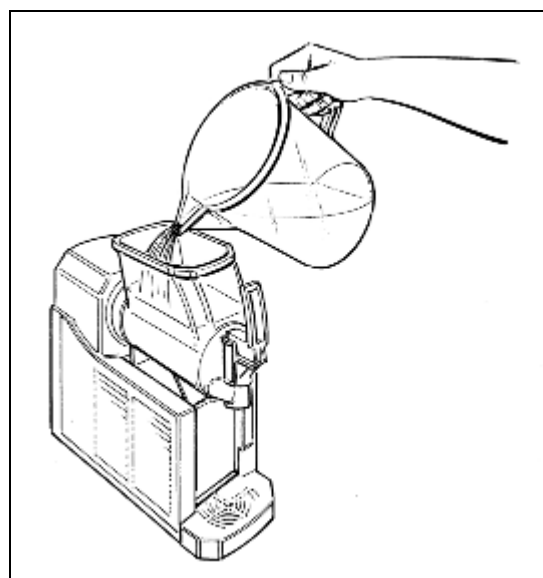

Fig. 22
- Versare il prodotto ottenuto nella vasca (vedi fig.22).